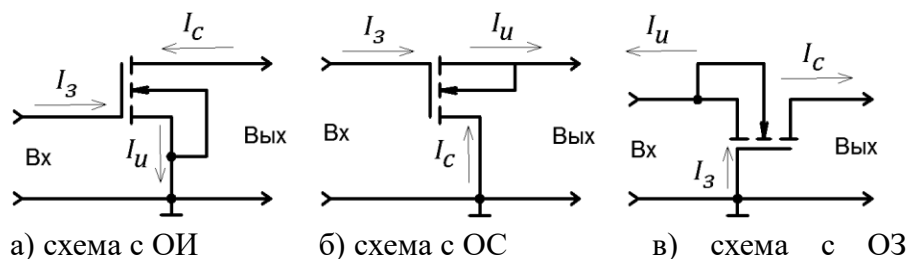

Рисунок 1 – Схемы включения МОП-транзистора
В зависимости от того, какой электрод подключается к общей точке (или точке постоянного потенциала), различают три схемы включения транзистора: с основным истоком (ОИ) рисунок 1 (а), с основным стоком (ОС) рисунок 1 (б) и с основным затвором (ОЗ) рисунок 1 (в). Схема с ОЗ практически не применяется.
1. Из приложения Е выбрать вариант в соответствии с номером журнала (рисунок 1 а, б, в).